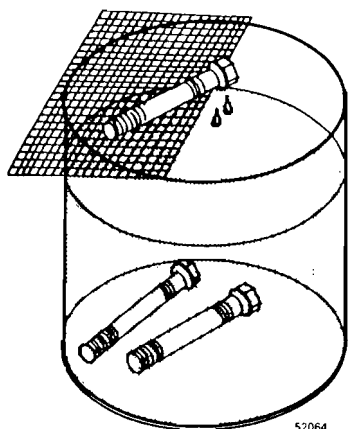

Fig. 122
- 58 Antes de montar los espárragos de culata, sumergirlos en todo su longitud dentro del producto anticorrosivo Volvo art. nro. 7282036-8 o equivalente, véase la fig. 122. Antes de montarlos deben haber dejado de gotear. Pues si no el aceite al salir puede interpretarse erróneamente como una fuga.